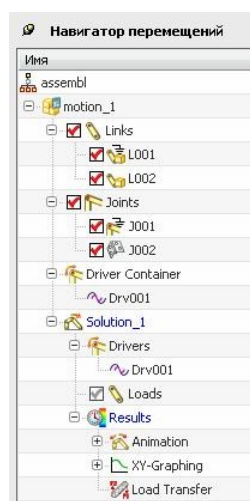

рис.34
•В результате такого указания в навигаторе перемещений появятся соответствующие строки - **Driver Container** (рис.34), и вы сможете приступить к Решению.